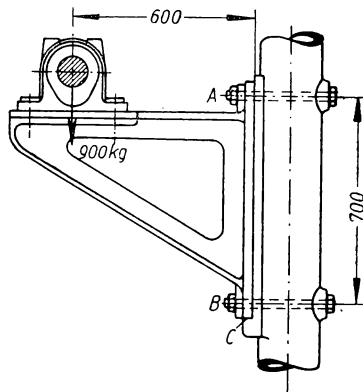

Bild 167
**301.** Ein Wandarm (Bild 167), an einer Säule mittels der Schrauben  $A$  und  $B$  befestigt, trägt in 600 mm Ausladung das Lager einer Triebwerkswelle, das 900 kg senkrechte Belastung ausübt. Welche Kräfte wirken zur Befestigung des Wandarms an der Säule?